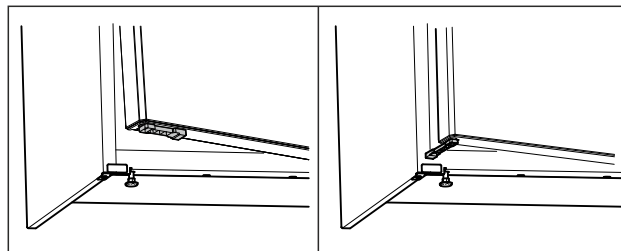

Fig. 63 \*
- ▶ Завъртете ограничителя за отваряне на вратата на 90°. (виж Fig. 63) \*